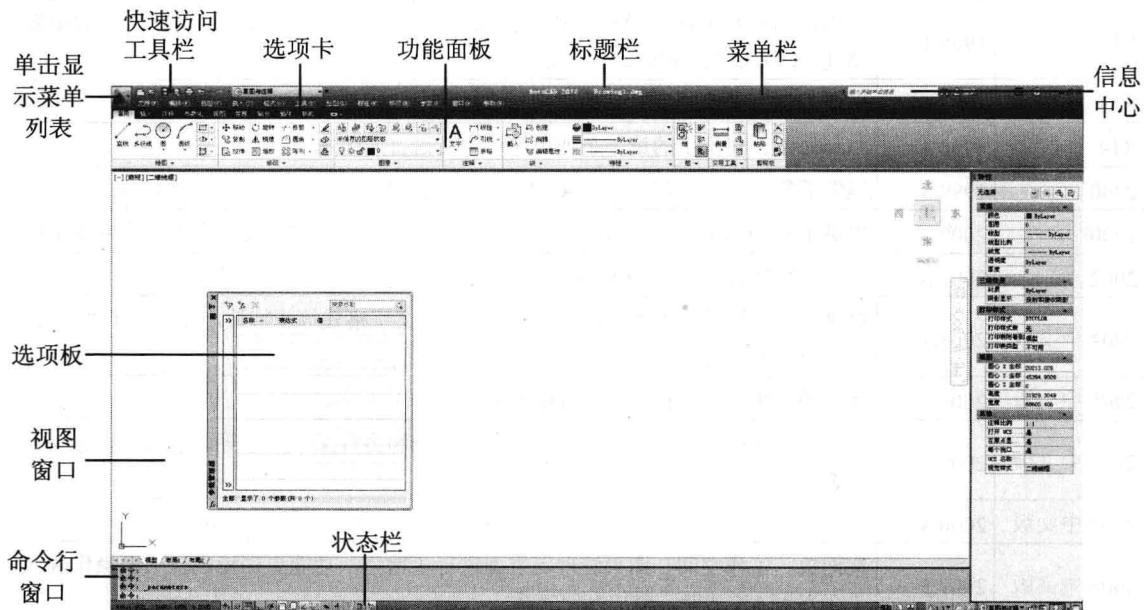
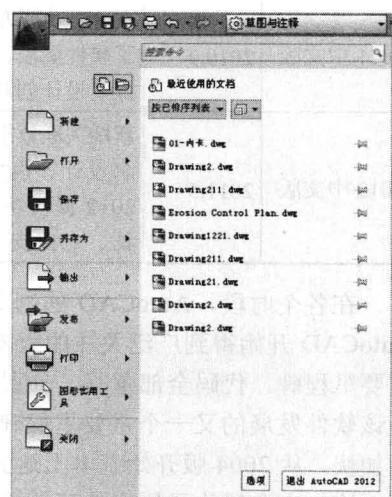

图 1-3 AutoCAD 2012 用户界面
图 1-4 AutoCAD 2012 常用文件菜单栏
双击快捷图标，或者单击 AutoCAD 2012 – Simplified Chinese 程序组中的 AutoCAD 2012 程序项，均可启动 AutoCAD 2012，进入其工作界面，如图 1-3 所示。
(1) 标题栏——屏幕顶部是标题栏，在中间部位显示软件名称，后面紧接着的是当前打开的文件名。
(2) 菜单——菜单是 Windows 程序的标准用户界面元素，用于启动命令或设置程序选项，单击左上角 按钮可以打开常用文件菜单栏，如图 1-4 所示。如果要显示传统的菜单栏，可以在最上端的快速访问工具栏最右侧单击 按钮，在下拉菜单中选择“显示菜单栏”选项即可，反之亦然。传统菜单栏如图 1-3 所示。AutoCAD 2012 基本上不提倡用菜单，建议使用功能面板。下面对传统菜单栏和快捷菜单分别进行说明。